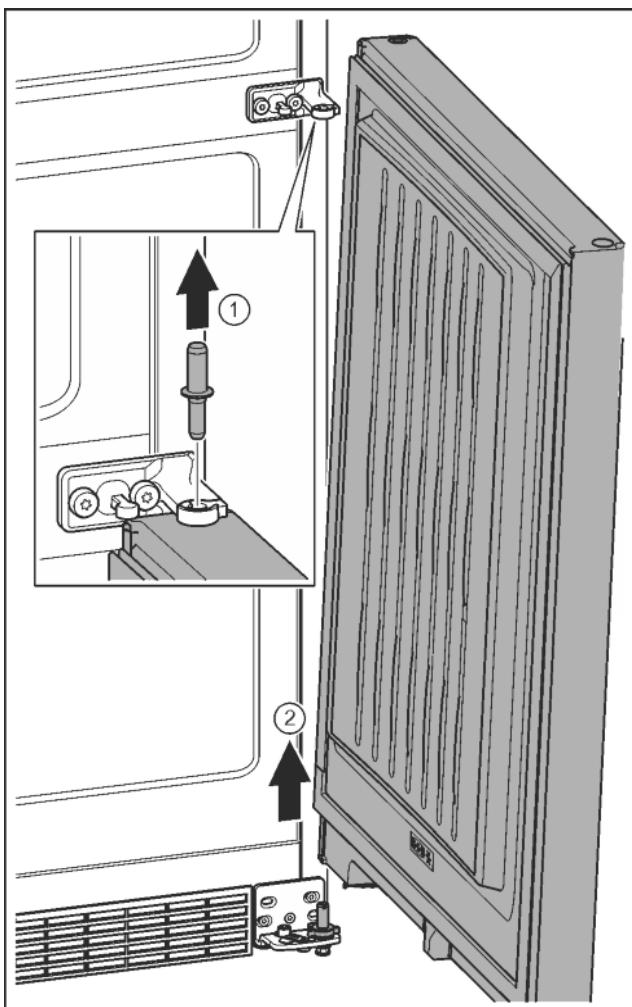

Fig. 12
- Извлечь пальцы движением вверх. Fig. 12 (1)
- Отклонить дверь, приподнять вверх и отставить в сторону. Fig. 12 (2)